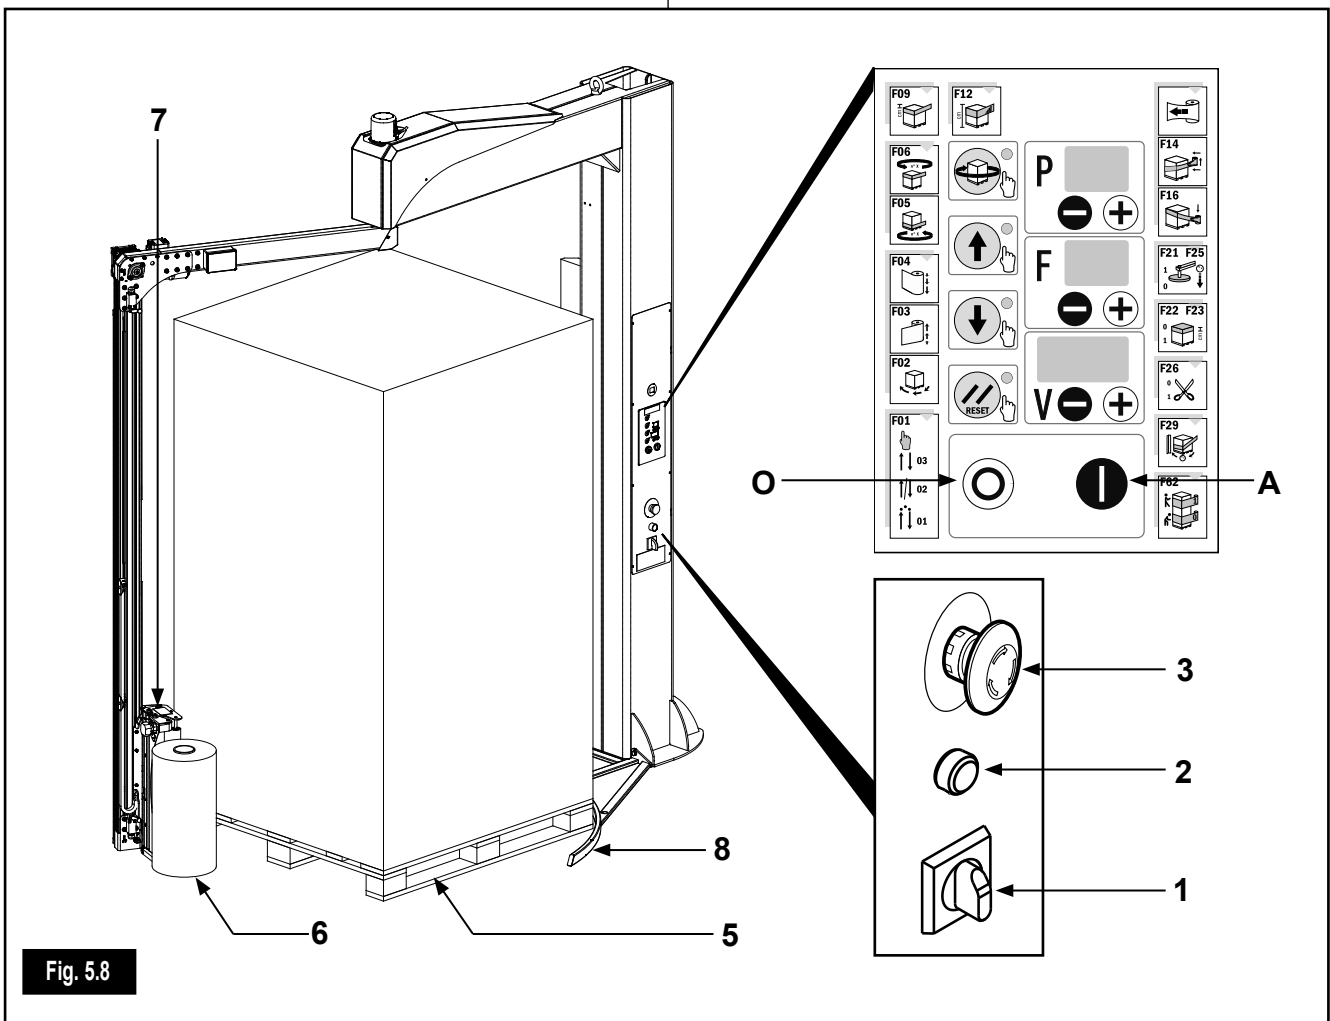

Fig. 5.8
- a) Zet de wagen (9) in de lage stand om het invoegen van de spoel te vergemakkelijken;
- b) draai de hoofdschakelaar (1) op 'O' - OFF;
- d) plaats de spoel (6) op de spoelhouderas (10);
- a) Posizionare correttamente il pallet nella postazione di avvolgimento (5) appoggiandolo alle battute meccaniche (8) (vedi Fig.5.8);
- b) verificare la presenza della bobina (6) nell'apposito albero portabobina e controllare il corretto percorso del film, secondo lo schema indicato sulla targhetta (7), per la configurazione del carrello in uso;
- c) accendere la macchina ruotando l'interruttore generale (1) in posizione I-'ON' e premere il pulsante di ripristino (2) per abilitare la macchina.
- e) premere il pulsante START (A);
L'arresto ciclo della macchina viene comandato agendo sul pulsante STOP (O) (Fig.5.8) del pannello di controllo.
- a) Breng de pallet correct in positie op de wikkelplaats (5) tegen de mechanische aanslagen (8) (zie Fig.5.8);
- b) controleer de aanwezigheid van de spoel (6) op de spoelhouderas en controleer het juiste traject van de film volgens het schema getoond op het plaatje (7), voor de configuratie van de wagen die gebruikt wordt;
- c) schakel de machine in door de hoofdschakelaar (1) op I-'ON' te draaien en druk op de resetknop (2) om de machine te activeren;
- e) druk op de knop START (A);
Het stoppen van de machinecyclus gebeurt via de STOP drukknoop (O) (Fig.5.8) van het besturingspaneel.